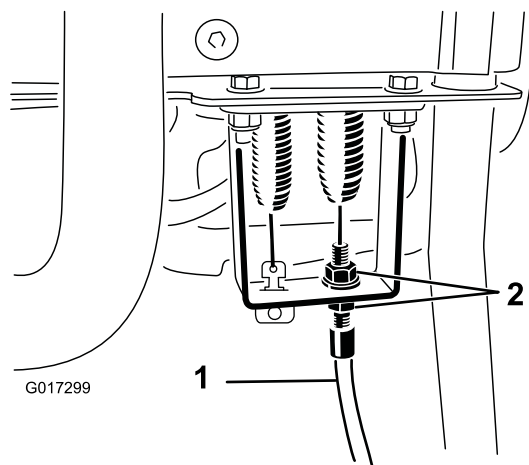

図 52
4. コントロールハンドルのバルクヘッド部で、リールコントロールケーブルをゆるめてケーブルにたるみを持たせる 図 52。